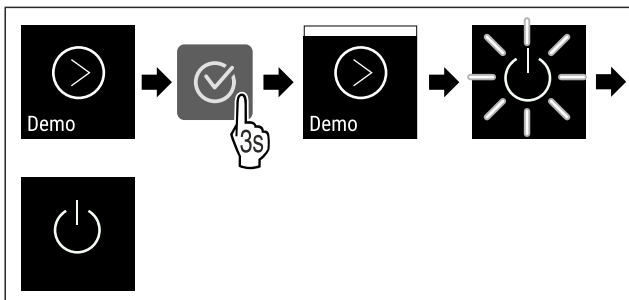

Fig. 99
- ▶ Proved'te akční kroky (viz Fig. 99) .